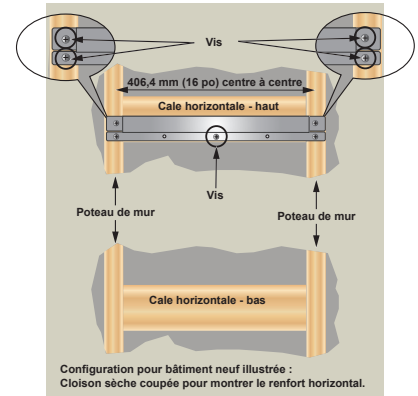

Figure 6 - Pose du support mural
1. Attacher le support de fixation murale aux poteaux du mur à l'aide des quatre tire-fond fournis. Voir Figure 6. NE PAS le fixer sur la cloison sèche uniquement. AVIS : Les fixations fournies ne sont destinées qu'aux poteaux en bois. En cas de montage sur toute autre surface, utiliser des fixations approuvées pour ce matériau ou cette construction de mur. S'assurer que le support est de niveau.